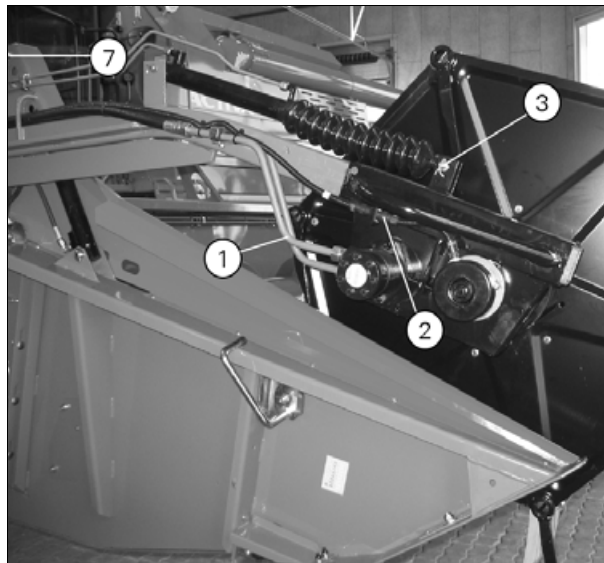

Рис. 1.
7. Отсоедините гидравлический цилиндр, сняв болт с головкой под шплинт (рис. 1).